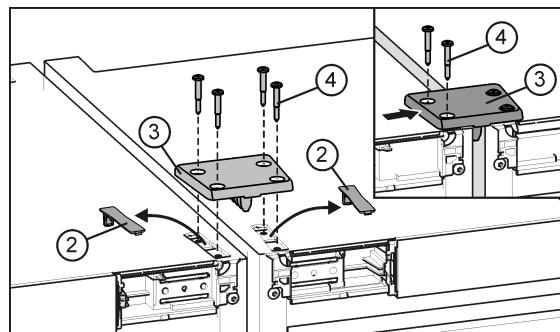

Fig. 23
- Desencale y retire las cubiertas Fig. 23 (2).
- Coloque la placa de unión Fig. 23 (3) y fíjela ligeramente con dos tornillos Fig. 23 (4) en un aparato.